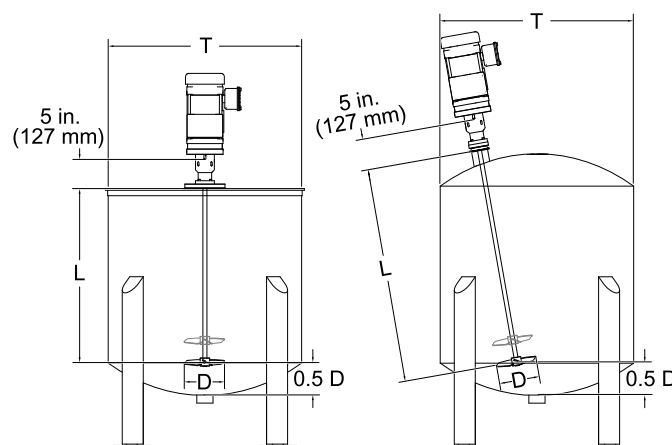

Figure 1 Mesure de longueur d'arbre
*Le diamètre de l'hélice de la turbine recommandé est généralement déterminé en prenant les dimensions intérieures du réservoir, fût ou récipient (T dans la Figure 1) et en les multipliant par 0,35.
1. Trouvez la distance du bas du réservoir jusqu'à 1/2 du diamètre de la turbine (par exemple, 5 cm/2 po, 10 cm/4 po, ou 15 cm/6 po) (voir 0,5 D à la Figure 1).
2. À partir de ce point, mesurez jusqu'à la surface de montage du couvercle (L).
3. Ajoutez la mesure de l'étape 2 (L) à la longueur du carter de palier (127 millimètres ou 5 po).